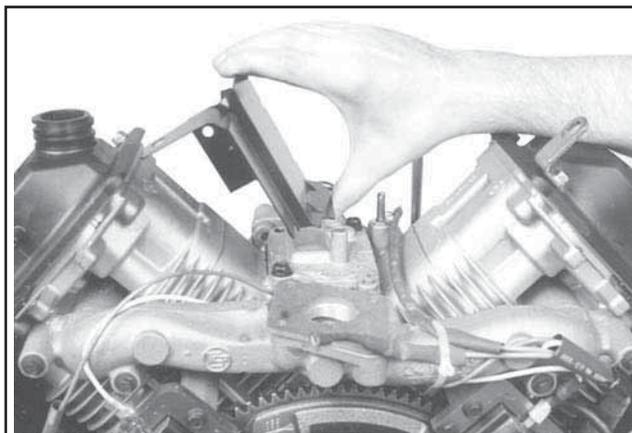

Figure 9-40. Enlèvement des déflecteurs internes.
2. Enlever les deux déflecteurs internes. Voir la Figure 9-40.
3. Enlever les deux vis restantes qui fixent le couvercle du reniflard sur le carter moteur. Voir la Figure 9-40.